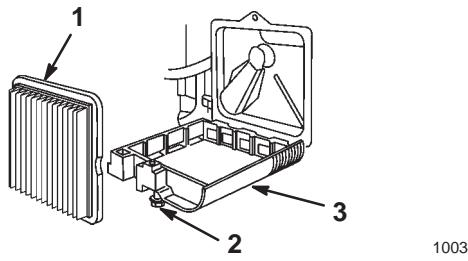

Bild 16
3. Lockern Sie die Schraube, mit der die Luftfilterabdeckung befestigt ist (Bild 16).
4. Kippen Sie die Abdeckung nach unten und reinigen Sie sie gründlich (Bild 16).
5. Entfernen und entsorgen Sie den Papierfilter (Bild 16).
6. Legen Sie einen neuen Papierfilter ein (Bild 16).